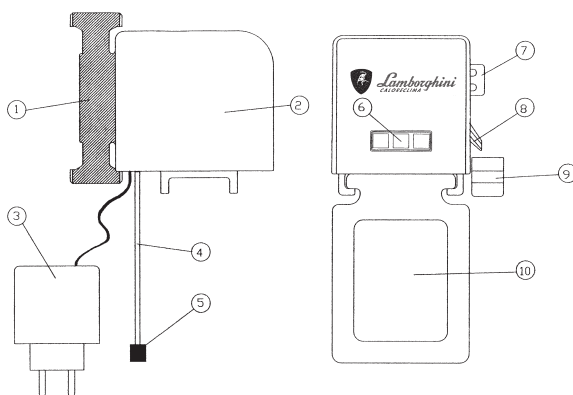

Fig. 1
- Togliere il tappo dal pescante 5 (fig.1 pagina 4).
- Applicare il serbatoio 10 (fig.1 pagina 4).
- Inserire il trasformatore in dotazione 3 (fig.1 pagina 4) nella rete elettrica.
- Posizionare l'apposito misurino 9 (fig.1 pagina 4) per raccogliere il prodotto.
- Svitare in senso antiorario la manopola 7 (fig.1 pagina 4) fino a fine corsa.
- terminate le 50 pompate avvitare la manopola 7 (fig.1 pagina 4) fino a fine corsa.